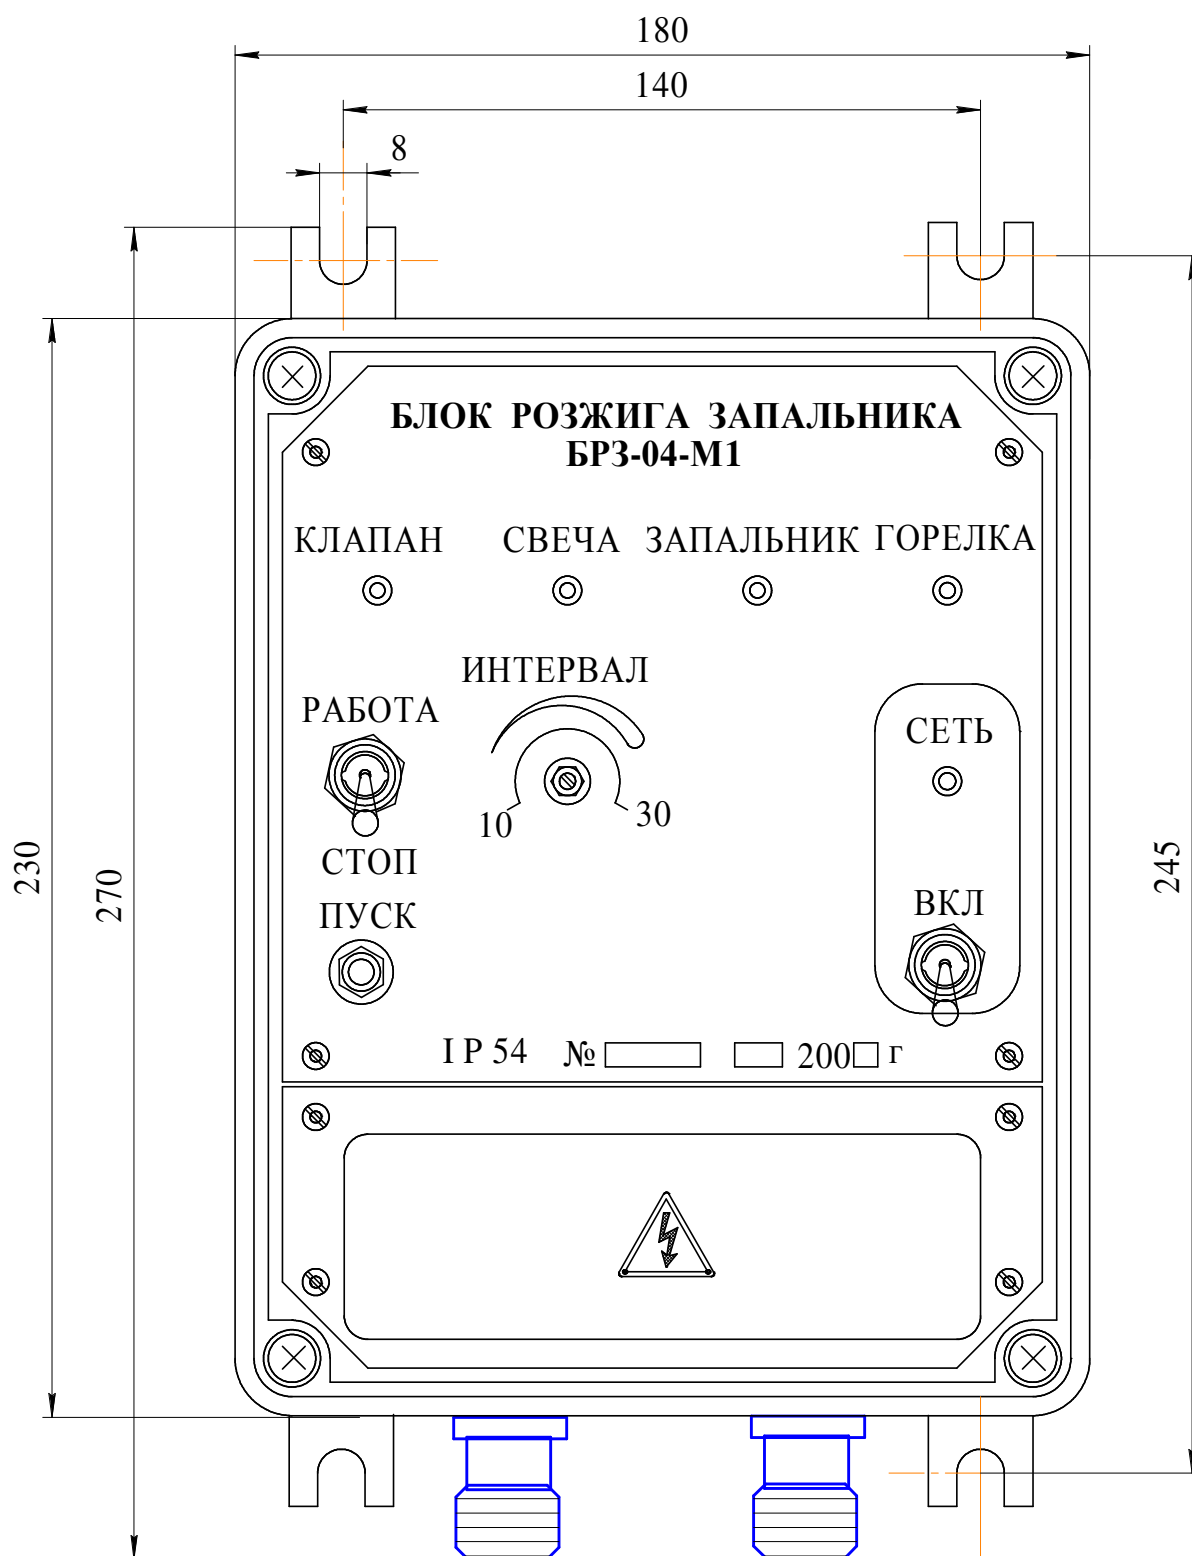

Рис.1. Внешний вид и габариты блока розжига БР3-04-М1.
4.1. Конструктивно блок БРЗ-04-М1 (см. рис.1) представляет собой пластиковый корпус, на передней панели которого размещены органы управления и элементы индикации. На нижней боковой стенке размещены 2 кабельных ввода для подвода проводов их подключения к колодке ХТ1.
5.1. Крепление блока БРЗ-04-М1 осуществляется с помощью лапок в вертикальном положении четырьмя винтами М6 с центрами, расположенными на углах прямоугольника шириной 140 мм и высотой 245 мм (см. рис.1).